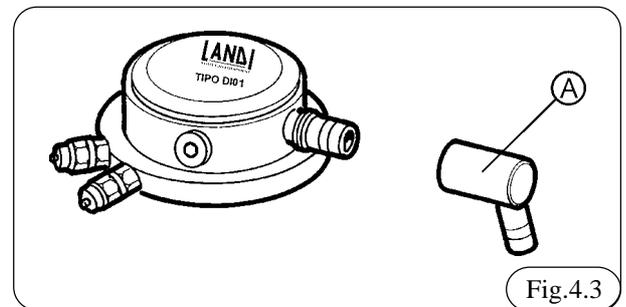

Fig.4.3
- Vous trouverez dans le kit un raccord à 120° A fig 4.3 qui peut être installé soit à l'entrée gaz du distributeur, soit au niveau de la sortie gaz du doseur, afin de faciliter les connexions dans des conditions particulières. L'utilisation du raccord est signalée sur la notice du véhicule. A partir du moment où il est inséré, il n'est plus utilisable pour d'autres applications.